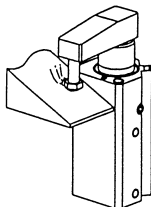

図4
- ③ワークのクランプ面は、必ずシリンダ軸線に対し垂直になるようにしてください。(図4)